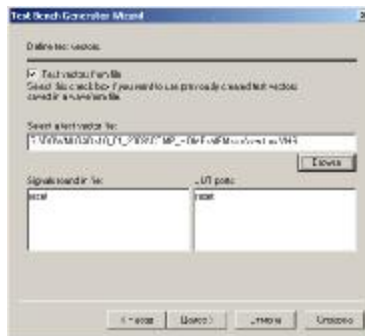

Рисунок 2.28 – Створення тестової послідовності
- 2.8.5 У наступному вікні майстра треба задати сигнали тестових послідовностей випробувального стенда. Оскільки тестова послідовність береться з VHS-файлу, то включіть опцію *Test vectors from file* (рис. 2.28) і клацніть на кнопці **Browse**.